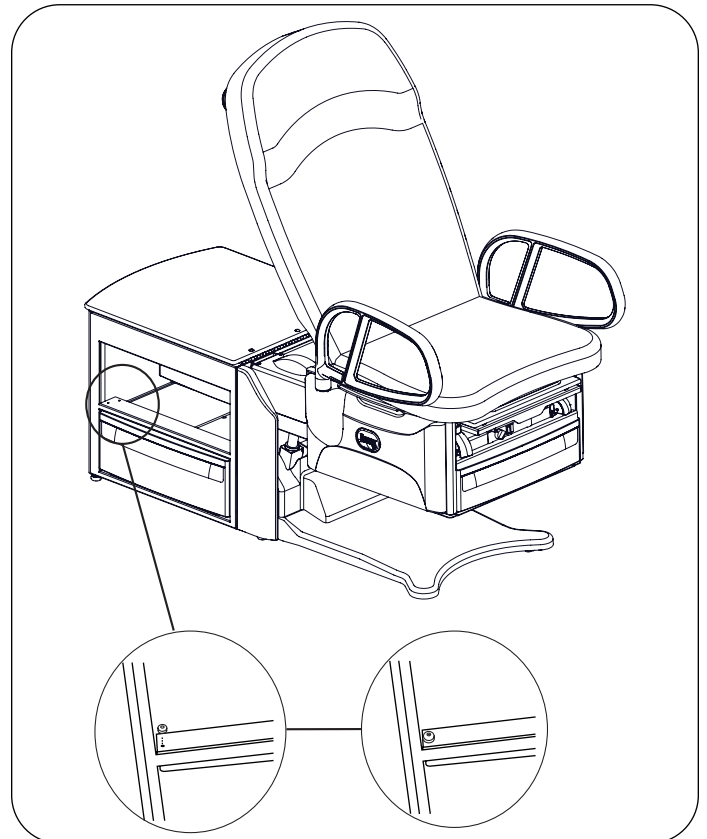

Figure 37. Butées de tiroir
2. Visser les butées de tiroir du côté opposé de l'armoire (Figure 37). On notera qu'une seule butée est nécessaire par tiroir.